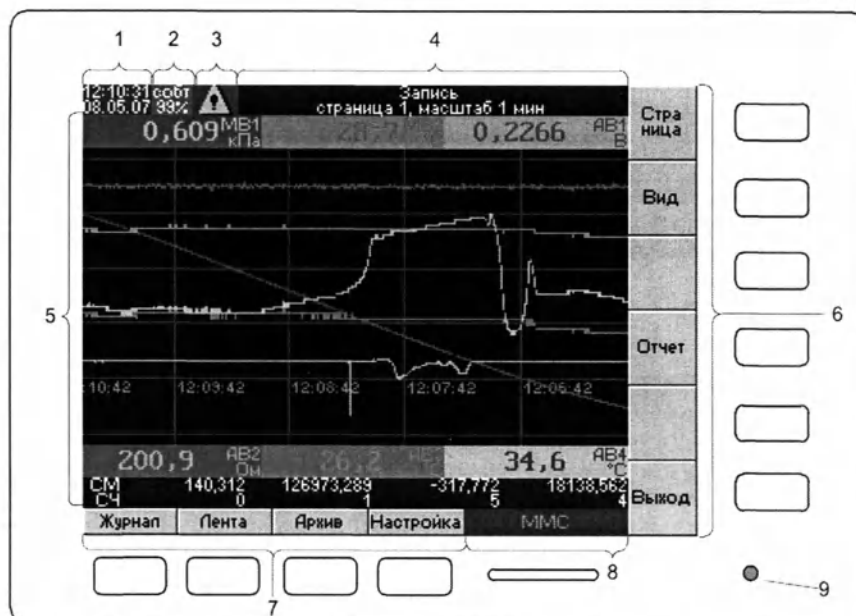

Рисунок 2.1 Интерфейс регистратора в режиме измерения
Регистратор имеет 10 функциональных клавиш, расположенных в два ряда – справа и снизу (см. рис. 2.1). Функции клавиш определяются режимом, в котором находится регистратор. Назначение каждой клавиши отображается на экране напротив соответствующей клавиши. Для увеличения размера рабочей области в режиме «Запись» имеется возможность скрыть подписи клавиш. Для этого в режиме «Запись» следует нажать клавишу **Выход**. Чтобы показать подписи следует нажать любую из 10 клавиш регистратора.
На передней панели регистратора имеется светодиодный индикатор записи на карту MMC (см. рис. 2.1, поз. 9). Также индикатор активен при включении регистратора.
- Текущее время и дата (см. рис. 2.1, поз. 1).
- Индикатор состояния памяти журнала событий (см. рис. 2.1, поз. 2). На индикаторе отображается количество свободной памяти для неподтвержденных событий в процентах от максимального размера журнала событий (750). Для того, чтобы освободить память, нужно войти в режим просмотра журнала событий и нажать клавишу **Подтвердить все**. В зависимости от уровня заполнения журнала индикатор имеет следующий цвет:
- Индикатор состояния аварийной сигнализации (см. рис. 2.1, поз. 3). Индикатор имеет следующие состояния:
- Индикатор текущего режима работы регистратора (см. рис. 2.1, поз. 4). На данном индикаторе выводится название текущего режима и другая дополнительная информация.
- Рабочее поле (см. рис. 2.1, поз. 5). В зависимости от режима работы регистратора на данном участке экрана отображается информация о текущих или архивных измерениях и настройках регистратора.
- Функциональное обозначение клавиш регистратора (см. рис. 2.1, поз. 6, 7).
- Индикатор состояния карты MMC (см. рис. 2.1, поз. 8). В случае если в разъеме MMC/SD присутствует карта, то на индикаторе отображается зеленым цветом надпись «MMC».
Для увеличения глубины архива измерений предусмотрена функция «Запись по событию». Для активации данной функции следует в меню «Общие настройки» установить параметру «Запись данных» значение «По событию». После этого регистратор переходит в режим ожидания события. В этом режиме производится измерение сигналов, однако не производится запись их значений во внутреннюю память. При этом на индикатор текущего режима работы регистратора (см. рис. 2.1, поз. 4) выводится сообщение «Измерение (ожидание события)». Также следует установить действие «Запись» для какой либо уставки (действие можно установить для аналоговых или дискретных входов, сумматоров, счетчиков, расписания). Следует отметить, что поскольку запись данных в этом режиме не ведется, то просмотреть архивные данные за этот период невозможно.
- «Авария». При активизации сигнализации производится включение визуальной сигнализации (индикатор аварийной сигнализации - см. рис. 2.1, поз. 4) и регистрация факта превышения уставки в журнале событий (записывается тип уставки, канал, время срабатывания и значение сигнала во время срабатывания).